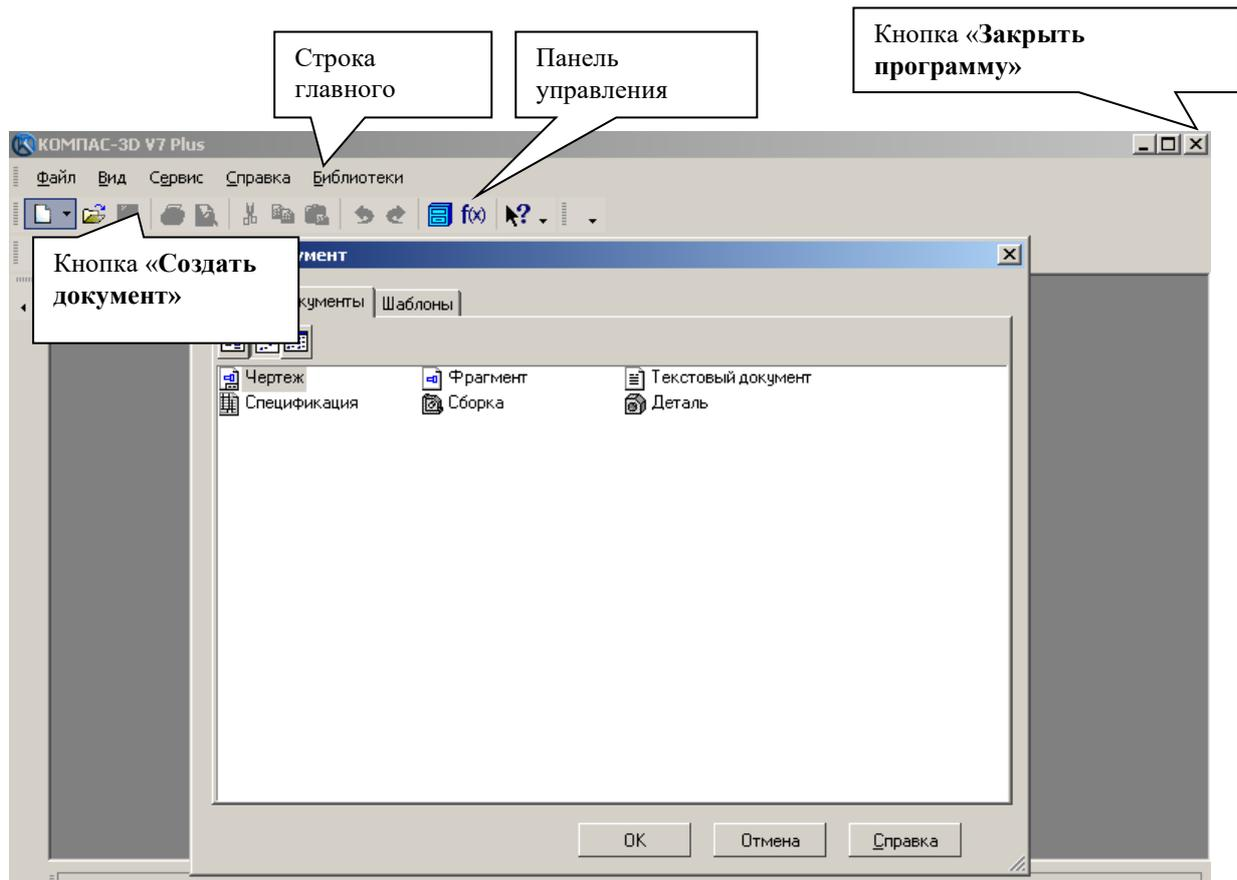
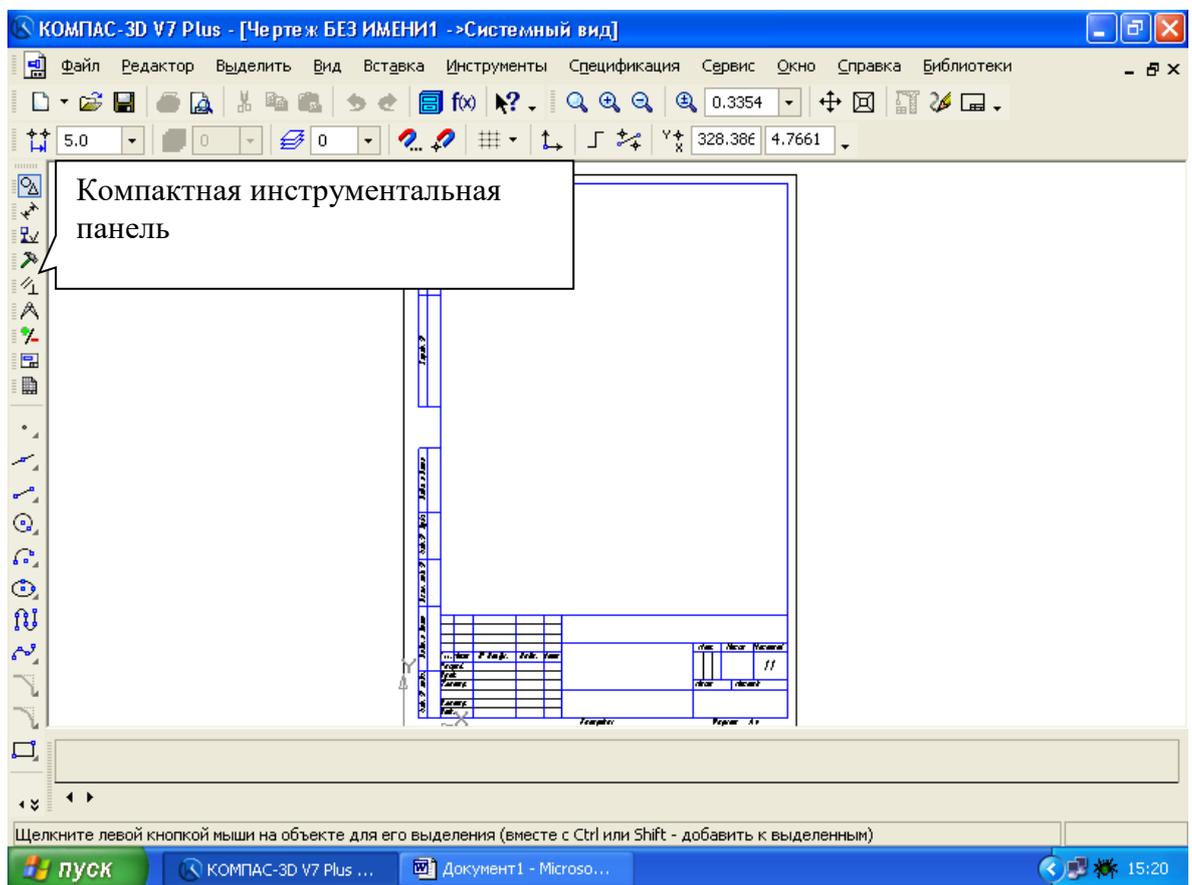

Рис.2
Рис.3 Создание листа чертежа
После запуска системы «Компас» на экране отобразится главное окно системы, на котором представлены элементы управления системой (рис.2).
- 1) Щелкнуть по кнопке «**Закреть программу**» в верхнем правом углу экрана (рис.2);
Для вывода на экран нового листа чертежа нужно щелкнуть по кнопке «Создать документ», откроется окно «Новый документ», в котором следует щелкнуть по кнопке «Чертеж» (рис.2). На экране появится лист формата А4, расположенный вертикально (рис.3).